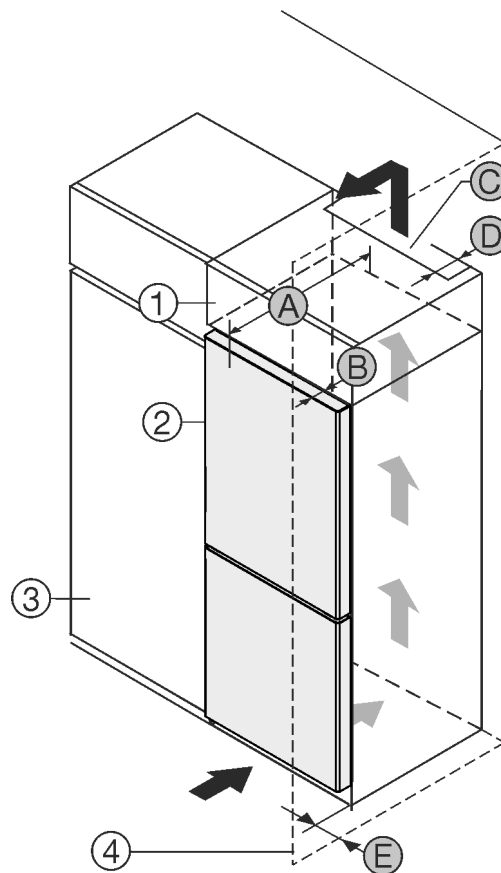

Fig. 1
Můžete přístroj nainstalovat přímo vedle kuchyňské skříňky Fig. 1 (3).
Na zadní straně nastavné skříňky musí být větrací šachta hluboká Fig. 1 (D) přes celou šířku nastavné skříňky.
Pod stropem místnosti musí být dodržen ventilační průřez Fig. 1 (C).
Když přístroj instalujete závěsy vedle stěny Fig. 1 (4), musí být vzdálenost mezi přístrojem a stěnou minimálně 13 mm .
Když přístroj instalujete závěsy vedle stěny Fig. 1 (4), musí být vzdálenost mezi přístrojem a stěnou minimálně 20 mm .
Aby bylo možné dvířka plně otevřít, musí přístroj přesahovat o hloubku dvířek Fig. 1 (B) vůči přední linii kuchyňské skříňky. V závislosti na hloubce kuchyňských skříňek Fig. 1 (3) a použití vymezených odstupů od stěny může přístroj vyčnívat dále.